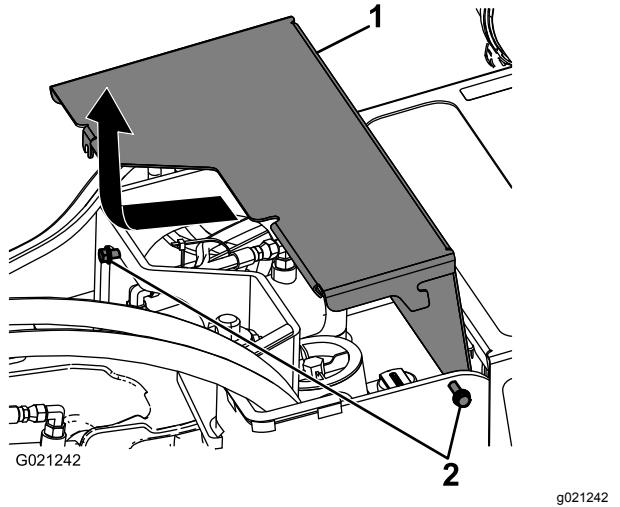

Bild 24
3. Lösen Sie die zwei Schrauben, mit denen die vordere Abdeckung an der Maschine befestigt ist (Bild 24).